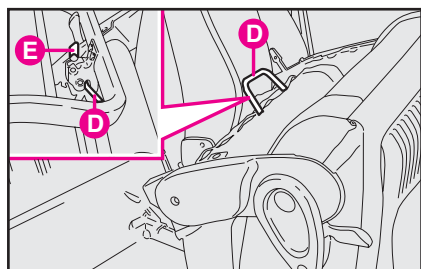

рис. 59
Чтобы отцепить перегородку от сиденья: нажмите кнопку **Е** (рис. 59), чтобы отцепить перегородку от кронштейна **Д** на сиденье. Установите перегородку в прежнее положение. Разложите сиденье, опустив подушку и подняв спинку. Убедитесь, что сиденье надежно зафиксировано.
**Со стороны водителя:** потяните рычаг **Е** (рис. 59а), чтобы сложить спинку сиденья;
рис. 59а
- поднимите сиденье (рис. 59с).
рис. 59с